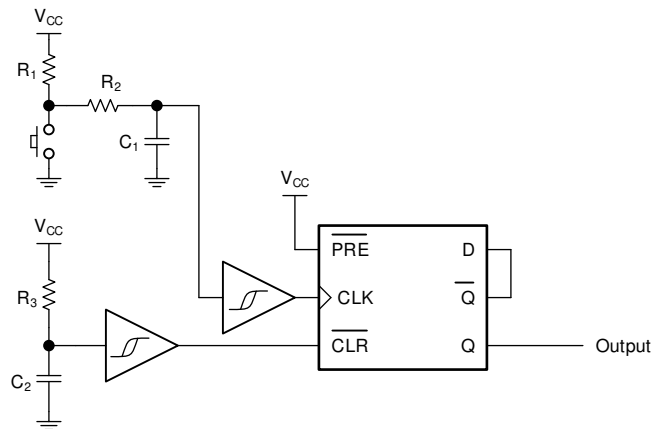

図 8-1. 代表的なアプリケーションのブロック図
図 8-1 に、SN54SC2T74-SEP を使用して 1.8V 信号を 3.3V に昇圧変換し、このアプリケーションの LED を駆動する方法を示します。SN54SC2T74-SEP は出力電流を制限しないため、追加の出力抵抗を使用して適切な電流制限を行います。抵抗の値 (R) は、LED の順方向電圧 ( $V_D$ ) と LED を流れる目的の順方向電流 ( $I_D$ ) から次の式を使用して求める必要があります。 $R = (V_{CC} - V_D) / I_D$ 。